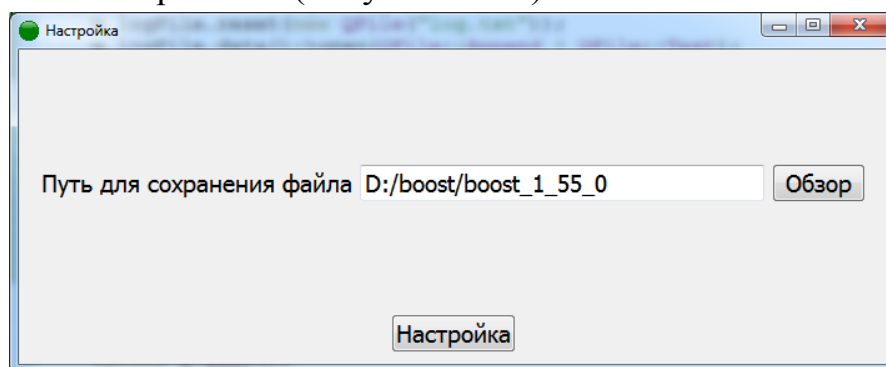

Рисунок 15.16
3. Запустить программу «Янтарь-Блик» с ключом *-service*. В качестве пути для сохранения файла выбрать каталог с установленной программой Янтарь-Блик (Рисунок 15.16).